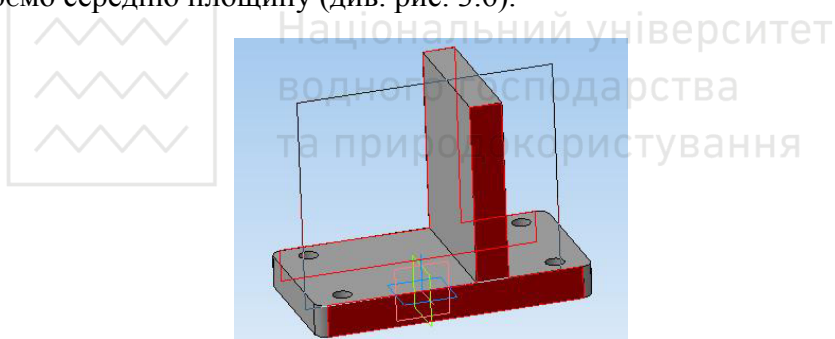

Рис. 3.6.
- Створюємо середню площину – на компактній панелі вибираємо **"вспомогательная геометрия"** та інструмент **"средняя плоскость"**. На створеній моделі вибираємо площини та створюємо середню площину (див. рис. 3.6).